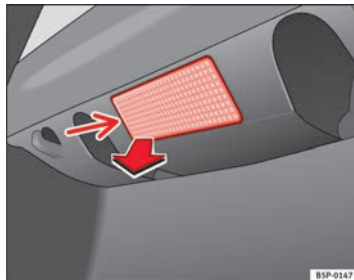

Abb. 166 Gepäckraumbeleuchtung
- Das Lampenglas der Glühlampe durch Druck mit einem Schraubendreher auf dessen Unterkante -Pfeil- abnehmen ⇒ Abb. 166.